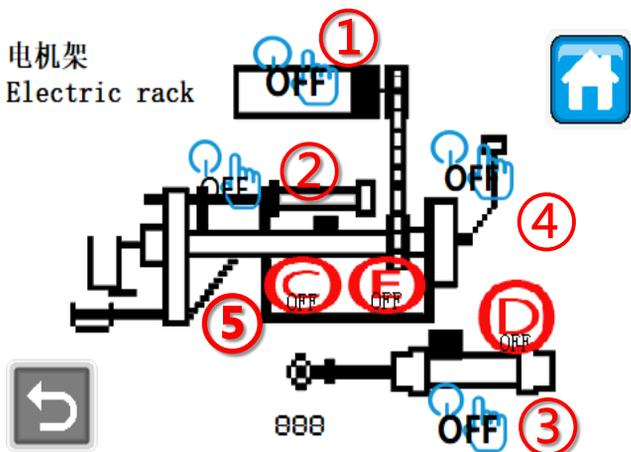

图2
点击  进入下一页 电机架测试 点击图2中 ①-②-③-④
① 电机正 / 反转测试
② 拉扣气缸
③ 电机架前后气缸
④ 穿线气缸